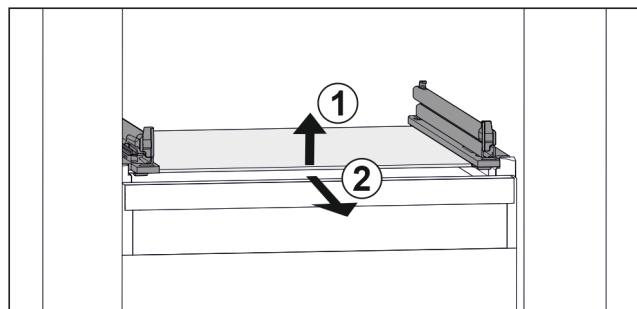

Fig. 72 Exemple de représentation de la tablette en verre
- ▶ Soulever la tablette en verre par l'avant. Fig. 72 (1)
- ▶ Retirer la tablette en verre par l'avant. Fig. 72 (2)